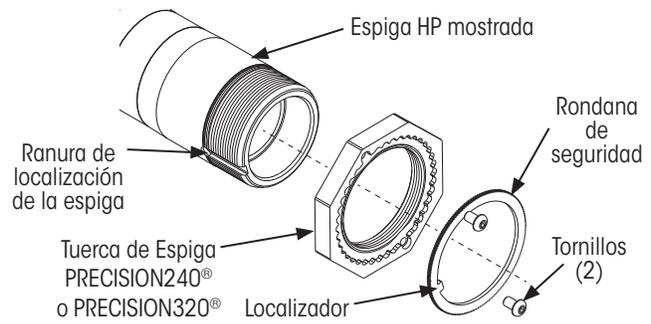

Figura 11: Componentes del sistema de tuerca de espiga Precision
1. **Instale la tuerca de espiga precision** (Figura 11) en la espiga, con el lado dentado afuera, y **apriete a mano**.
10. Instale dos tornillos de cabeza redonda (Figura 11) en la tuerca precision de espiga hasta que las cabezas de los tornillos hagan contacto con la cara de la tuerca.